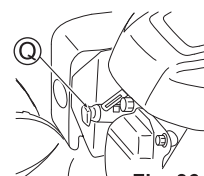

Fig. 36
1. Remova o terminal da vela de ignição (Q). (Veja a fig. 36)